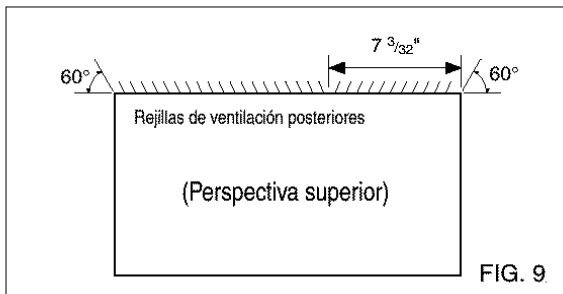

FIG. 9
- 1** Redireccione las rejillas de ventilación en la parte posterior del soporte de pared a un ángulo de 60° según muestra la FIG. 9. Recomendamos el uso de alicates.